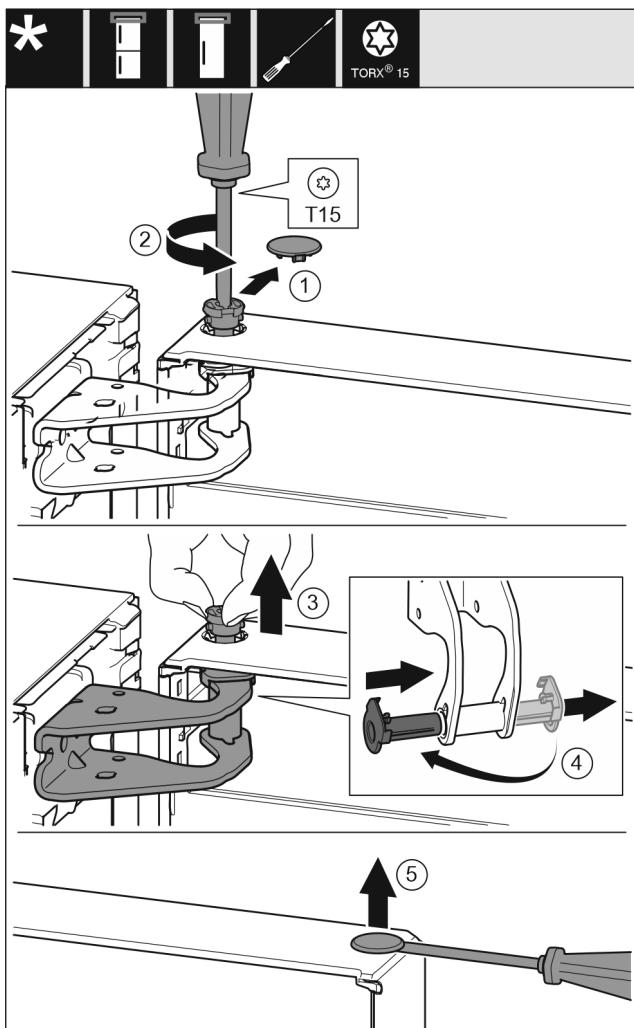

Fig. 10
- 小心拆下安全盖。Fig. 10 (1)
- 用 T15 螺丝刀拧下一枚螺栓。Fig. 10 (2)
- 抓紧门并用手指拔出螺栓。Fig. 10 (3)
- 将轴衬从导向装置拉出。从另一边装入并卡到位。Fig. 10 (4)
- 用带槽螺丝刀小心地从门轴衬上提起堵头并将其拉出。Fig. 10 (5)